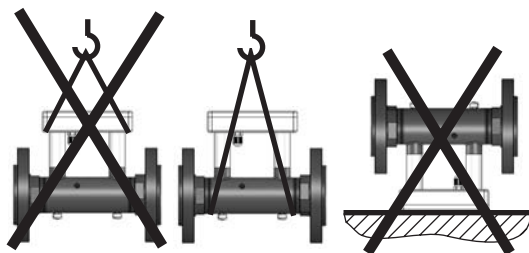

Рисунок 2.2 – Рекомендации по разгрузке и складированию расходомеров
2.2.3.3 Распакованный расходомер нельзя перемещать, удерживая за электронный блок, устанавливать на электронный блок и использовать в качестве рычага электронный блок (рисунок 2.2).